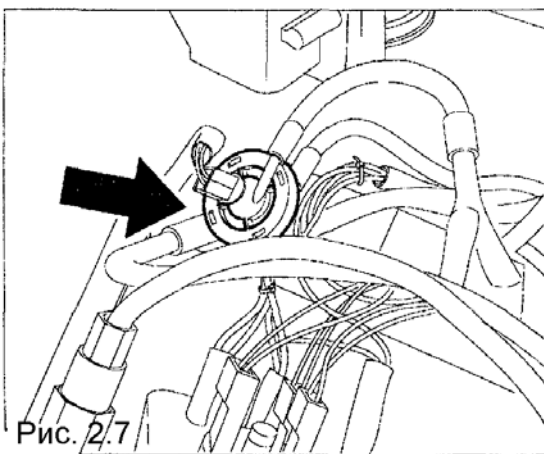

Рис. 2.7
- Редукторный двигатель группы вращения возобновляет работу, чтобы снова вернуться в положение ожидания; во время этого перемещения выбрасывается использованная кофейная гуща (рис. 2.7)